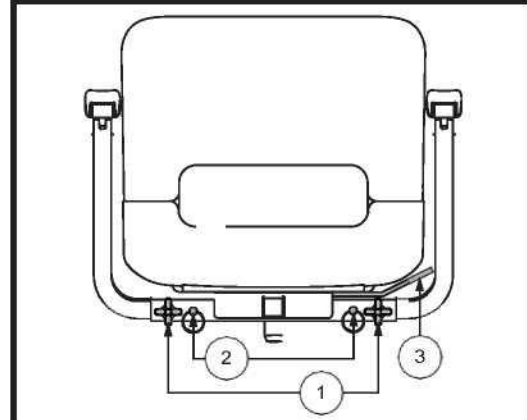

Figura 24. Ajustes de asiento
La palanca de rotación del asiento, ubicada en el lado derecho de la base del asiento, lo inmoviliza en varias posiciones. Ver Figura 24.
1. Afloje los pomos de ajuste del reposabrazos. Ver Figura 24.